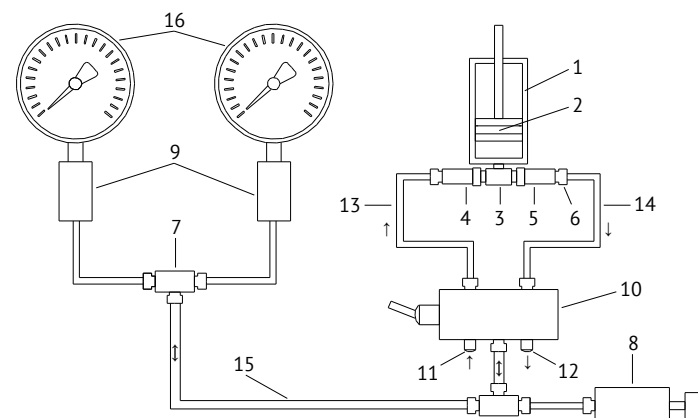

Рис. 2. Пневматическая схема ПУСК:
4.3.2 При движении *поршня 2* (Рис. 2) вверх *клапан 4* открывается и воздух через *фильтр 11*, *переключатель 10*, *ветвь разряжения 13* и *клапан 4* поступает в *цилиндр 1*. При движении *поршня 2* вниз *клапан 4* закрывается, а *клапан 5* открывается и воздух из цилиндра через *ветвь давления 14*, *переключатель 10* поступает в измерительную ветвь *15*, создавая в ней избыточное давление. При последующем накачивании давление в измерительной ветви будет возрастать. Для уменьшения давления в измерительной ветви необходимо плавно приоткрыть регулируемый дроссель *8*.